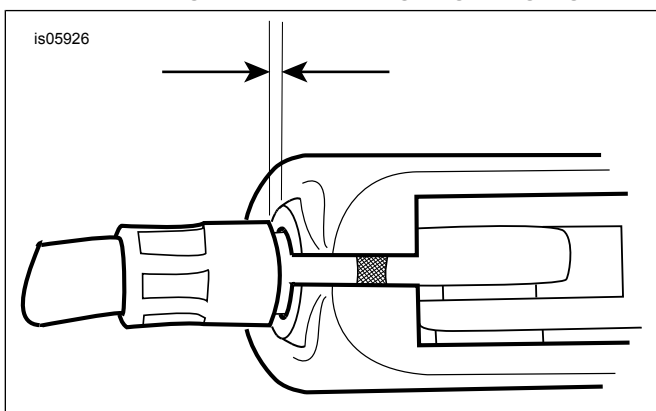

Abbildung 3. 1,6–3,2 mm (1/16–1/8 in) Kupplungszugspiel
- Siehe Abbildung 3 >. Den Seilzugspanner von der Gegenmutter wegdrehen, bis das Spiel am Handhebel beseitigt ist. Die Kupplungszughülse von der Kupplungshebelhalterung zurückziehen, um das Spiel zu prüfen. Den Seilzugspanner nach Bedarf drehen, um ein Spiel von 1,6–3,2 mm (1/16–1/8 in) zwischen Seilzughülse und Kupplungshebelhalterung zu erhalten.
- Den Seilzugspanner mit einem 1/2-in-Schraubenschlüssel fixieren. Die Gegenmutter (3) mit einem 9/16-in-Schraubenschlüssel gegen den Seilzugspanner anziehen. Den Seilzugspannermechanismus mit der Gummikappe abdecken.